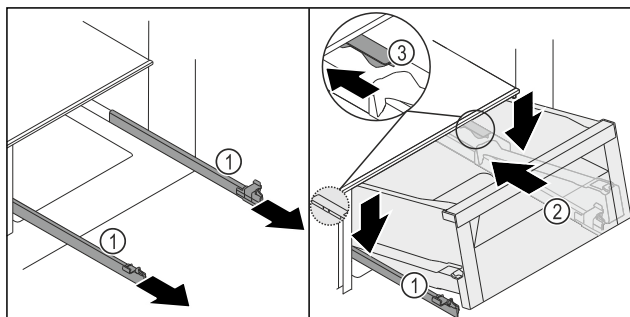
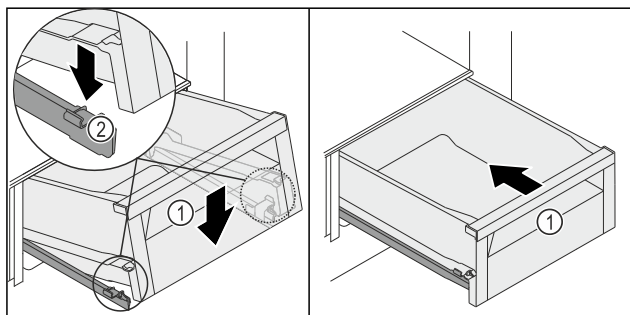

Fig. 211
Fig. 212
- Przytrzymać szyny Fig. 211 (1), a szufladę Fig. 211 (2) umieścić od góry za stoperem Fig. 211 (3) na szynach Fig. 211 (1).
- Szufladę Fig. 211 (2) przesunąć na szynach Fig. 211 (1) w tył aż do oporu.
- Szufladę Fig. 211 (2) opuścić z przodu tak, aby szuflada po stronie lewej i prawej wsunęła się w zacisk Fig. 212 (2).
- Szuflada Fig. 212 (1) zatrząskuje się słyszalnie.
- Wsunąć szufladę Fig. 212 (1).